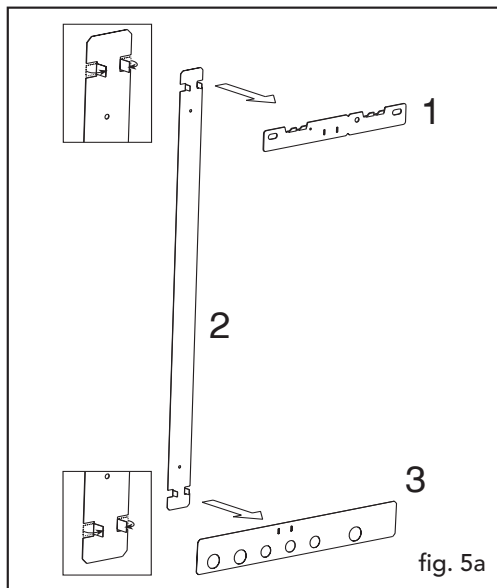

fig. 5a
- una staffa aggancio (part. 1 fig. 5a)
- una dima smontabile (part. 2 e 3 fig. 5a)